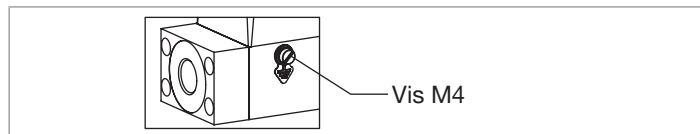

Fig. 20: Emplacement de la vis M4 pour le raccordement du câble de la terre fonctionnelle
- Avec un tournevis plat de 6,5 mm, dévisser la vis M4. Voir Fig. 20.